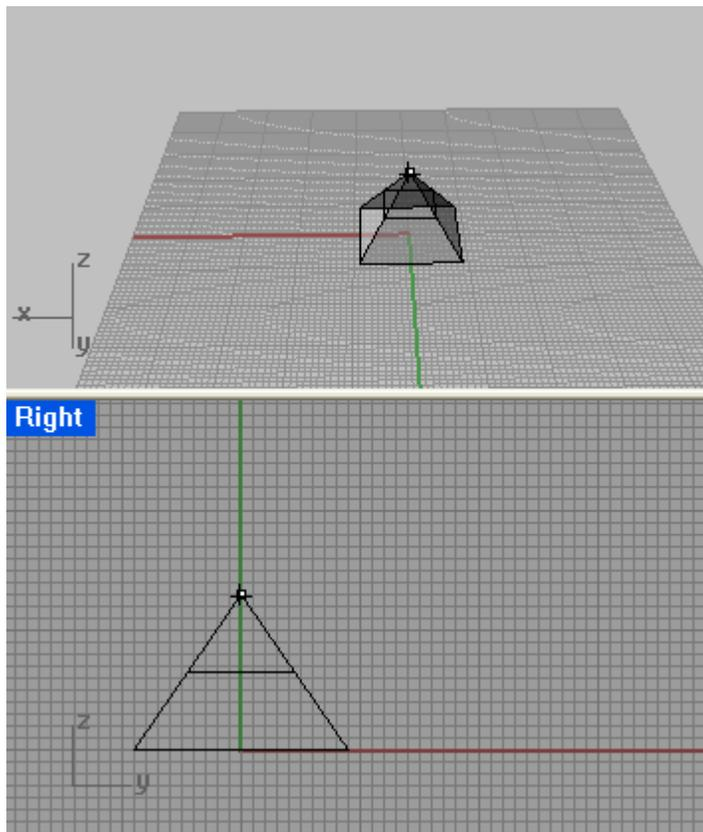

图 5.9
③拉出到一个点  (ExtrudeCrvToPoint): 将曲线拉伸到一个点，例如我们用此命令快速建立一个金字塔 (图 5.9 A/B):